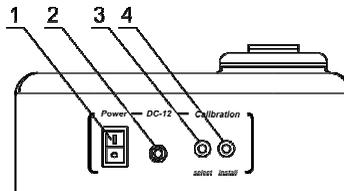

Abb. 1 Rückseite
- Schließen Sie das externe Netzgerät an die 12V-Steckdose auf der Rückseite des Geräts an (Abb. 1/2).
- 3.4.1. Schalten Sie das Geräts EIN mit Hilfe des Netzschalters (**Power**) (Abb. 1/1) auf der Rückseite des Geräts (Position I).
- 3.4.2. Drücken Sie die Taste **Select** (Auswählen) (Abb. 1/3) auf der Rückseite (benutzen Sie einen dünnen Stift mit max. Durchmesser 2 mm um die Tasten **Select** (Auswählen) und **Install** (Installieren) zu drücken). Auf dem Display blinkt die Anzeige „0.5“ und zeigt an, dass das Gerät bereit ist, die Kalibrierung des ersten Punktes 0,5 McF zu speichern.
- 3.4.4. Drücken Sie die Taste **Install** (Installieren) mit Hilfe eines Stifts (Abb. 1/4). Der erste Punkt „0,5“ wird im Gerätespeicher gespeichert, und der nächste Kalibrierwert wird angezeigt (blinkende Anzeige 1,0).
- 4.2. Schalten Sie das Gerät am Netzschalter (**Power**) (Abb. 1/1) auf der Rückseite des Geräts (Position I) ein.